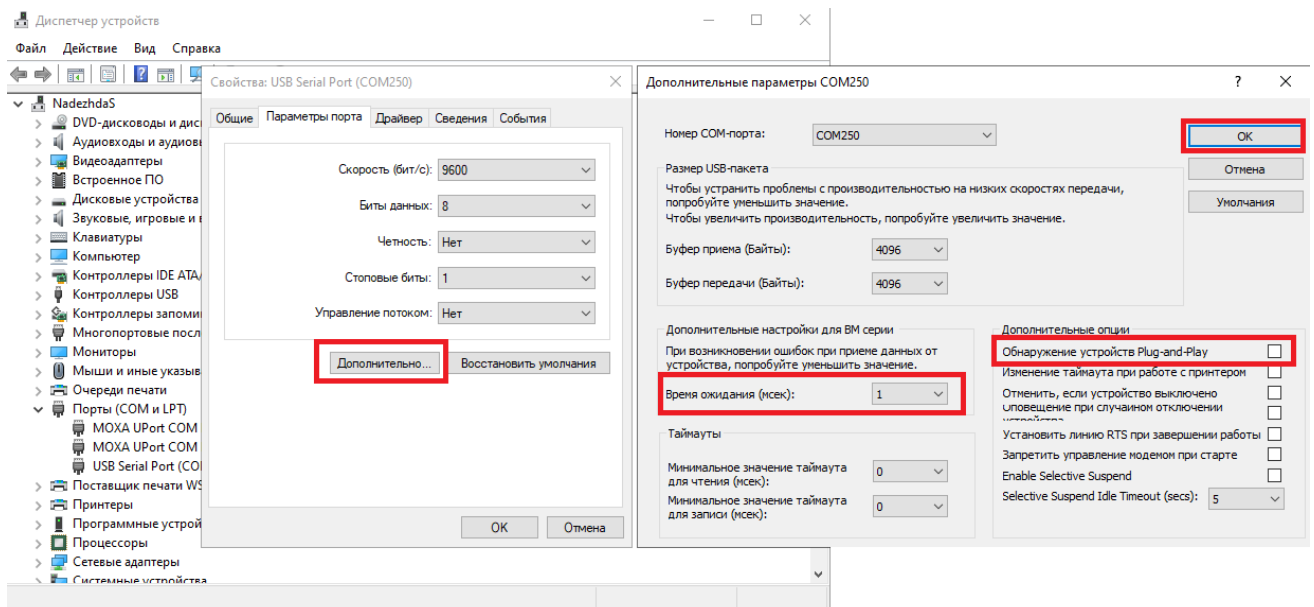

Рисунок 5 – Настройка порта
2) в диспетчере устройств отобразить скрытые устройства, найти нужный порт, во вкладке «Параметры порта» в меню «Дополнительно» убрать чек-бок «Обнаружение устройств Plug-and-Play» и установить Время ожидания 1 мсек, нажать ОК (рисунок 5).